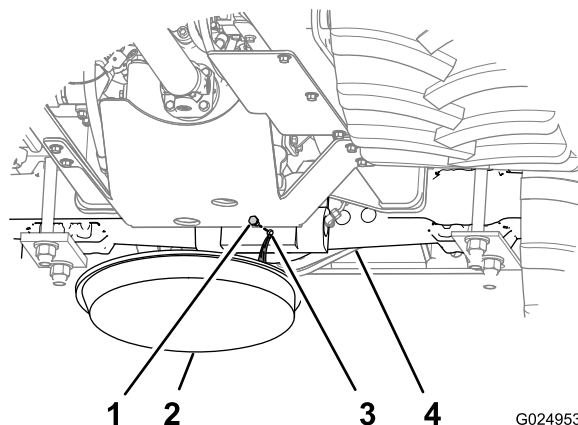
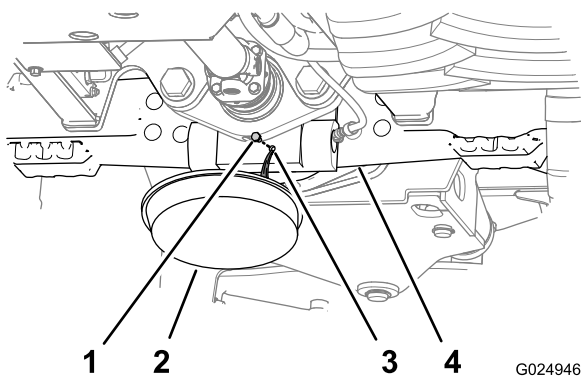

Bild 89
Bild 88
- Entfernen Sie die Schrauben aus dem Schauglas und der Ablassöffnung im Ritzelgehäuse der Achsen (Bild 88 und Bild 89).
- Stellen Sie eine Auffangwanne unter das Ritzelgehäuse der Achse (Bild 88 und Bild 89).